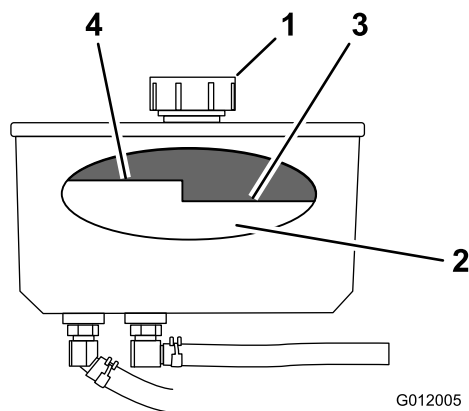

Figura 68
3. Limpe a zona em redor da tampa e do tubo de enchimento do depósito hidráulico (Figura 68).
4. Retire a tampa do tubo de enchimento (Figura 68).
Nota: O nível do fluido deve ficar abaixo do nível quente do abafador, quando o fluido está quente (Figura 68).